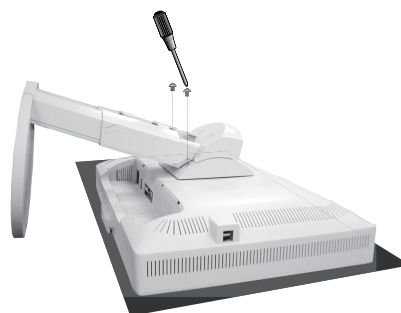

Figura S.3
3. Sistemare il monitor verso il basso su una superficie non abrasiva (**figura S.3**).
4. Rimuovere le 2 viti collegando il supporto al monitor (**Figura S.3**).